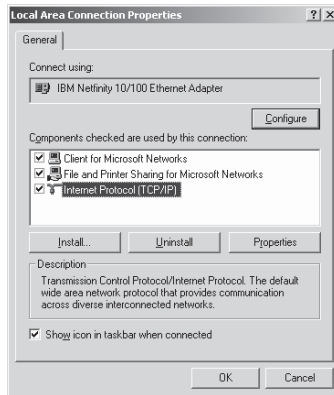

Рис. 6. Окно свойств локального подключения
5. Выберите протокол интернета (TCP/IP) и щелкните на кнопке **Properties (Свойства)** (см. рис. 6).